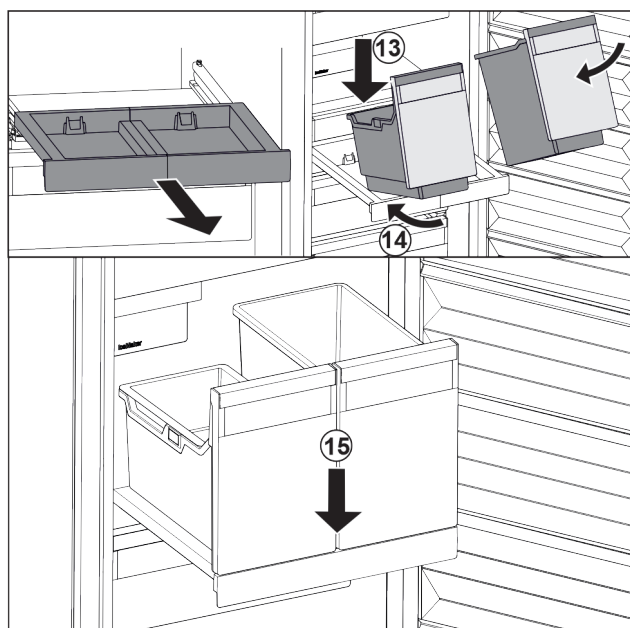

Fig. 100
- Sätt på behållaren i vinkel på utdragshyllan. Fig. 100 (13)
- Skjut in behållaren i vinkel så långt det går. Fig. 100 (14)
- Sätt ned behållaren framtill. Fig. 100 (15)